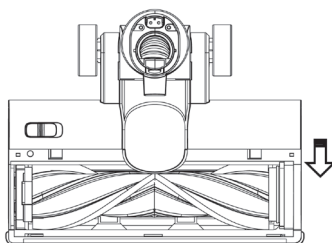

Рис. 9
- Установите держатель обратно в моторизированную насадку-щётку (Рис. 9).